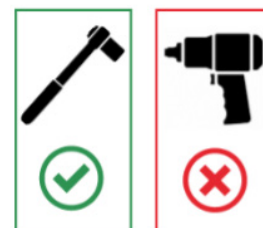

Figure 3.
- Selon l'application, suivre la séquence de serrage comme indiqué dans la **figure 3**. Il est recommandé d'effectuer cette séquence avec le porte-fusée de direction en position droite. Cela permet de s'assurer que le porte-fusée de direction soit correctement aligné sur l'ensemble. La position finale du joint à rotule sera déterminée en suivant la séquence de serrage.